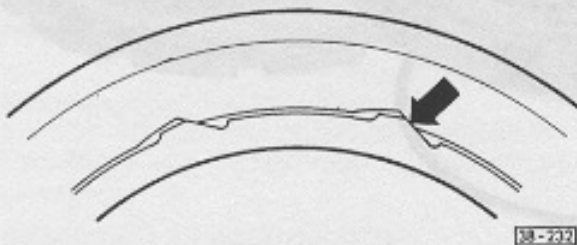

Abb. 2 Käfig für Freilauf einsetzen
- Federn und Walzen einbauen – Abb. 2